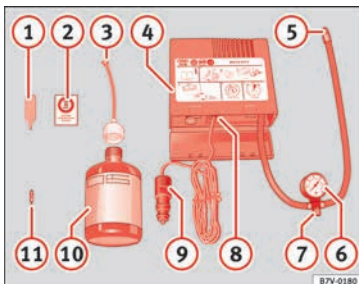

Abb. 89 Prinzipdarstellung: Bestandteile des Pannensets
Das Pannenset befindet sich im Gepäckraum unter dem Bodenbelag. Es besteht aus folgenden Bestandteilen » Abb. 89:
Den Reifenfüllschlauch » Abb. 89 ⑤ wieder anschließen und den Reifenfülldruck an der Reifenfülldruckanzeige ⑥ ablesen.